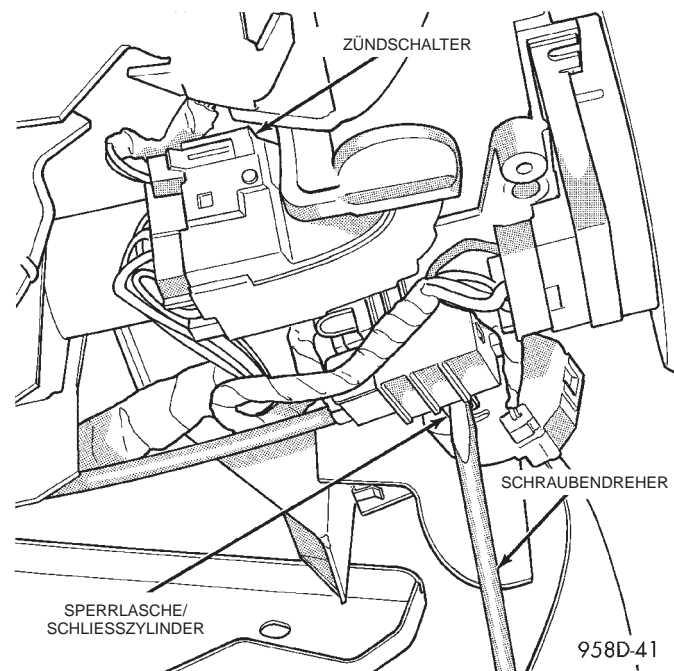

Abb. 62 Schließzylinder ausbauen
(12) Zündschalter in Stellung "RUN" (Ein) bringen. Sperrlasche des Schließzylinders niederdrücken und Schließzylinder abnehmen (Abb. 62).